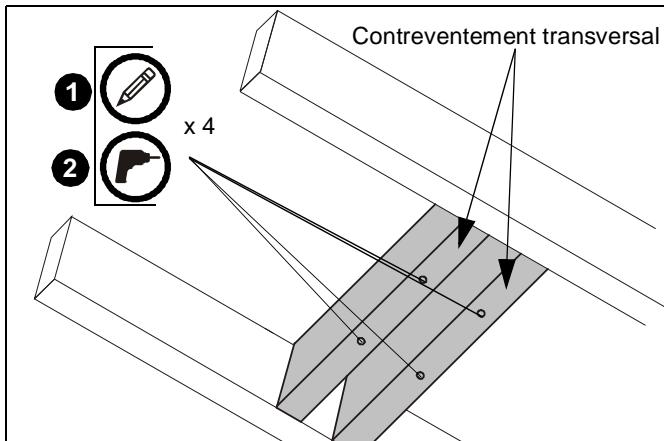

Figure 4
- Utilisez la plaque de fixation au plafond (A) comme modèle, marquez les emplacements des quatre avant-trous (Voir la Figure 4). Assurez-vous que les marques se trouvent au centre des solives en bois.
- Percez les avant-trous de 5,55 mm (7/32") de diamètre dans les contreventements transversaux des montants en bois. (Voir la Figure 4) Assurez-vous que les avant-trous sont drois.